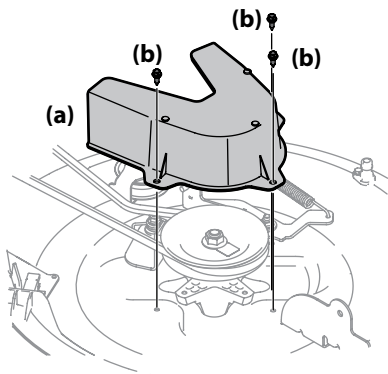
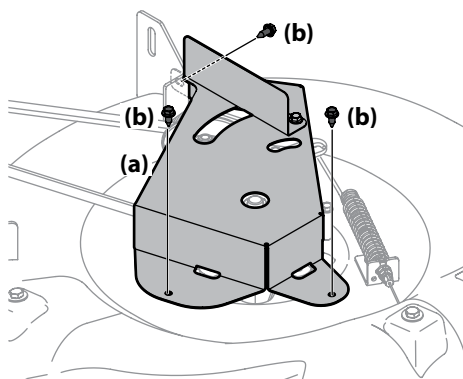

Figura 4-12
Figura 4-13
- Extraiga la cubierta de la correa de la plataforma (a), para lo cual deberá retirar los tres pernos hexagonales (b) que la sujetan. Consulte la Figura 4-12 para plataformas de 30" y la Figura 4-13 para plataformas de 24".